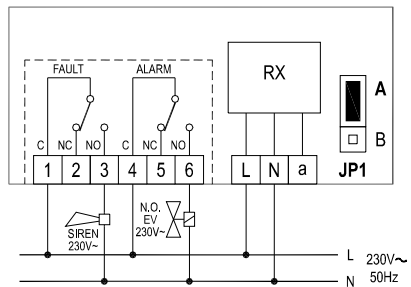
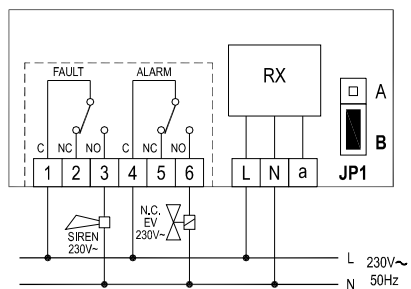

Fig. 9
Fig. 11
Logica inversă permite existența unui sistem cu siguranță pozitivă, adică în eventualitatea unei întreruperi a alimentării electrice sau a unei defecțiuni a receptorului, ieșirea releului de alarmă preia starea de alarmă. În acest caz, este necesar să se conecteze o electrovalvă de tip N.C. la borna de ieșire 6 (NO), deoarece inversarea logicii de operare se face prin jumper JP1 (vezi schema de legatură din Fig.11 sau 12).
- Efectuați legăturile electrice conform schemei de legatură din Fig. 9, 10, 11 sau 12 și paragraful "Legături electrice".
Dispozitivul poate fi alimentat la 230V ~ sau la 24V ~. Bornele L și N alimentează Receiverul și sunt conectate la tensiunea de rețea 230V ~ cu Nul-ul de la borna N. Altfel, conectați la bornele a și N ptr alimentarea receptorului de 24V ~. Terminalele 1, 2 și 3 sunt contacte, fără tensiune, tip SPDT ale releului aferent ieșirii de Avarie (FAULT). Terminalele 4, 5 și 6 sunt contacte, fără tensiune, tip SPDT ale releului aferent ieșirii de Alarmă (ALARM). În exemplele din Fig. 9 și 10 este arătat cum se conectează o electrovalvă normal deschisă (NO), care va fi alimentată atunci când ieșirea "alarmă" este activată, adică când detectorul transmite receptorului comanda "alarmă" folosind contactul NO. al rele-ului setat cu logică directă (jumper JP1 poziționat în A). În exemplele din Fig.11 și 12, este ilustrat modul de conectare a unei electrovalve normal închise (NC), care, în absența unei condiții de alarmă din partea detectorului- emițător, va fi întotdeauna alimentată. Se utilizează contactul NO. al releului "alarmă" care, totuși, este setat cu logica inversată (jumper JP1 poziționat în B). Când detectorul transmite receptorului comanda "alarmă", ieșirea "alarmă" întrerupe alimentarea cu energie electrică a electrovalvei. În toate ex. din Fig 9, 10, 11 și 12, este vizibil cum să conectați un semnalizator acustic la ieșirea "Avarie" (Fault). Ieșirile, bornele de la 1 la 6, sunt fără tensiune și izolate cu izolație dublă față de restul receptorului. Este posibil, deci, să alimentați receptorul la joasă tensiune SELV (24V) și, în același timp, să acționați o sarcină la tensiune mare (230V ac).